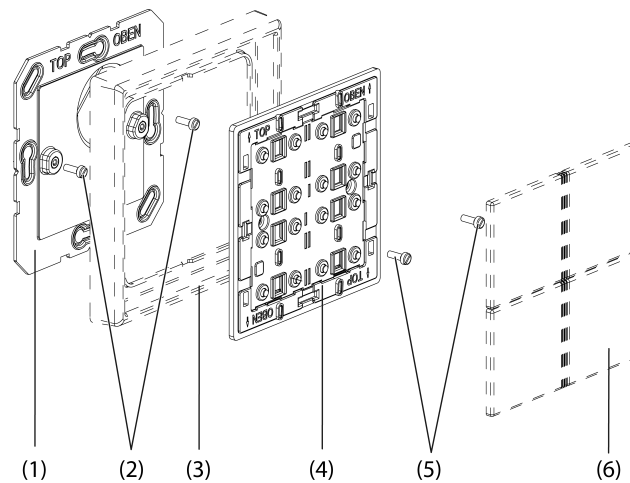

Figure 1: Module d'émetteur mural radio à 4 postes
- Coller ou visser la plaque de fond (1) sur un support plan. Le marquage **TOP/OBEN** doit se trouver en-haut.
- Enficher le cadre design (3) sur la plaque de fond.
- Visser le module d'émetteur mural (4) sur la plaque de fond.
- Encliqueter les habillages (6) (Figure 1).
- Retirer avec précaution les caches (6) de l'émetteur mural (Figure 1).
- Dévisser l'émetteur mural de la plaque de fond (1) (Figure 1).